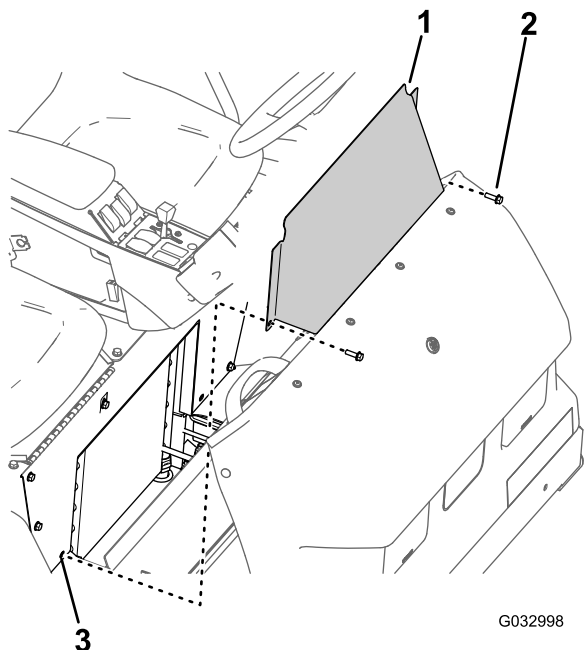

Figure 65
- Retirez les 2 boulons à embase qui fixent le panneau d'accès à la base du siège (Figure 65).
- Déposez le panneau d'accès à la base du siège de la machine (Figure 65).
- Alignez les trous du panneau d'accès et les trous dans la base du siège (Figure 65).
- Fixez le panneau d'accès à la base du siège au moyen des 2 boulons à embase (Figure 65) retirés à l'opération 1 de la section Dépose du panneau d'accès à la base du siège (page 55).